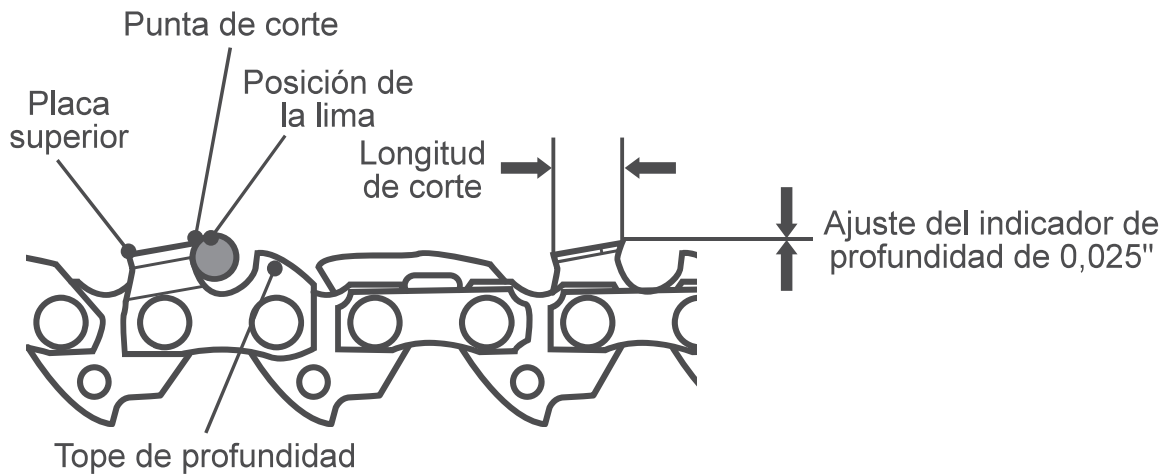

Fig. 51
9. Utilice un instrumento de medición del tope de profundidad para comprobar la altura de este. La mayoría de los principales proveedores de herramientas pueden suministrarle dispositivos de medición del tope de profundidad (Fig. 51).